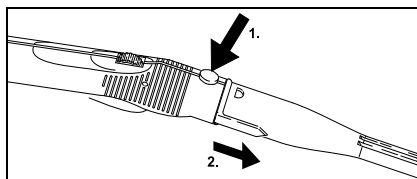

Рис. 9
- Для удаления насадок нажать на разблокирующую кнопку (С2 или G2) и потянуть части в разные стороны (см. рис. 9).